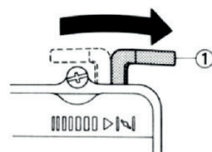

рис. 9
- После пуска двигателя и его прогрева переведите воздушную заслонку в положение «OFF», смотри рисунок 9.